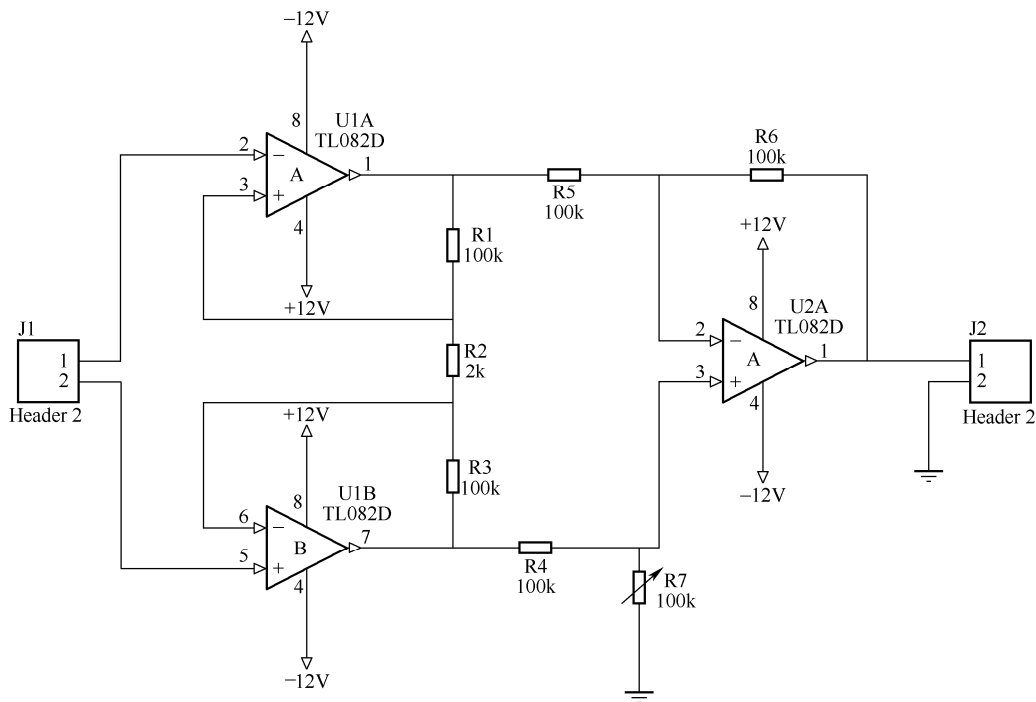

图 7-38 高输入阻抗的仪器放大器电路的原理图
9. 绘制如图 7-38 所示的高输入阻抗的仪器放大器电路的原理图。